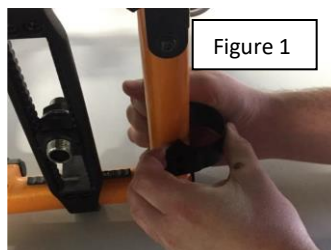

Figure 1
2. Installer la bague (#51119) sur le cadre arrière gauche du fauteuil. (Figure 1)